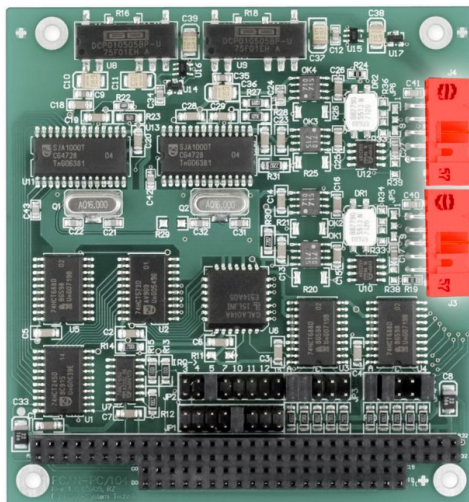

Abbildung 4: Anschlüsse für die Flachbandkabel zu den CAN-Steckern,
4. Verbinden Sie für jeden vorhandenen CAN-Kanal den entsprechenden Anschluss auf der PCAN-PC/104-Karte (siehe Abbildung 4) per Flachbandkabel mit dem CAN-Stecker der Slotblende.